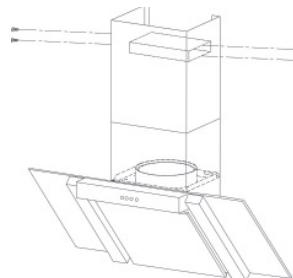

Imagen 12
- Fije la salida T-sharp en la parte interior de la chimenea, ver *Imagen 12*.